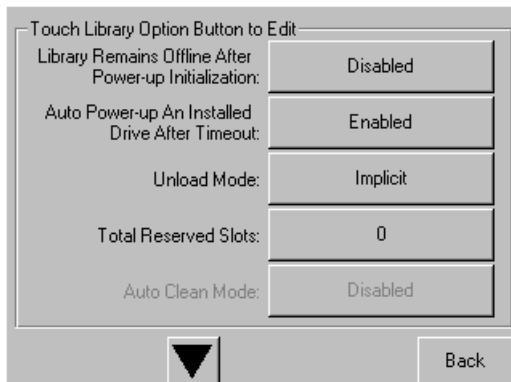

Abbildung 28 Bildschirm mit der Option „Total Reserved Slots“ (Anzahl reservierte Fächer)
2. Drücken Sie im Bildschirm der Optionen für **Library** auf die Schaltfläche ▼, um zu dem Bildschirm mit der Option **Total Reserved Slots** (Anzahl reservierte Fächer) zu gelangen (siehe Abbildung 28).